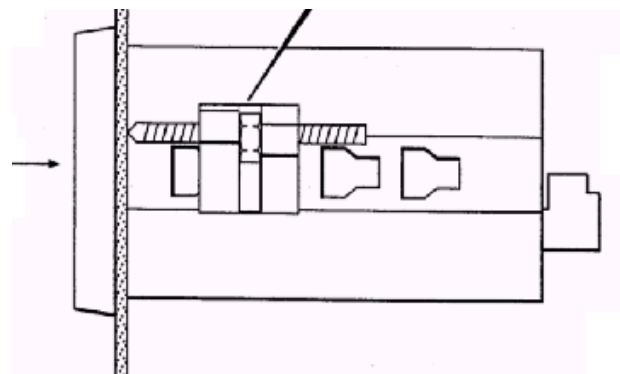

Abb. 5: Befestigung der Schalttafelklemmschrauben
b. Befestigen Sie die beiden Schalttafelklemmschrauben seitlich gegenüberliegend am Gerät und ziehen Sie sie an, bis das Anzeigergerät sicher, wie in Abb. 5 dargestellt, in der Schalttafel sitzt.